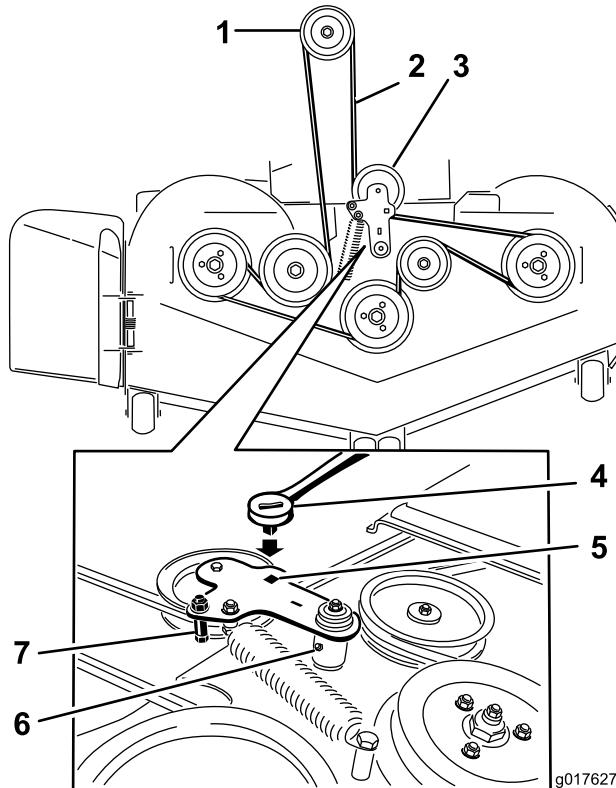

図 80
- フロアパンを持ち上げて、デッキアイドラの四角い穴にラチエットを差し込む（図 80）。
- デッキアイドラを右に回転させて刈り込みベルトを外す（図 80）。